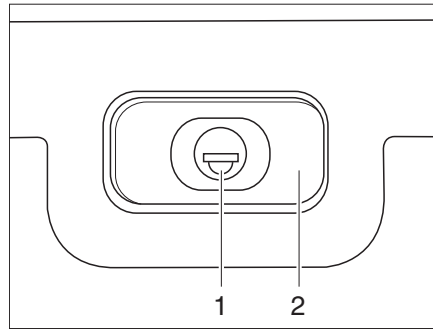

Fig. 32 Serratura dello sportello, rettangolare, chiusa
- Inserire la chiave nel cilindro della serratura (Fig. 32,1) e ruotare di un quarto di giro. La maniglia della serratura (Fig. 32,2) scatta all'infuori.